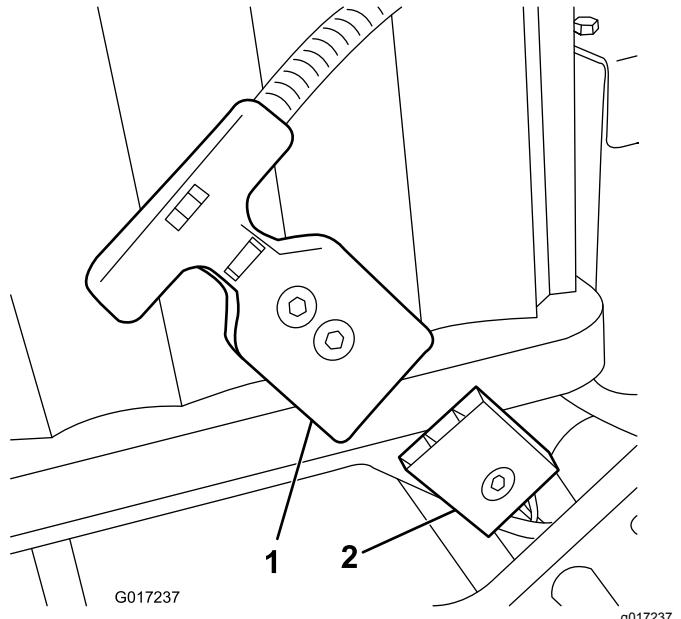

Рисунок 17
Примечание: Если не удается совместить вилку жгута проводов машины с гнездом аккумуляторной батареи, уже установленной на машине, то можно сначала подсоединить жгут проводов к аккумуляторной батарее, а затем установить аккумуляторную батарею на машину. Отсоедините главный разъем питания (Рисунок 17) от основания аккумуляторной батареи. Установите разъем на аккумуляторную батарею согласно описанию. Установите аккумуляторную батарею на основание, проложив прилагаемый жгут проводов через соответствующее отверстие, затем прикрепите главный разъем питания к основанию аккумуляторной батареи, используя ранее снятые крепежные детали.
16. Подсоедините разъем с Т-образной рукояткой главного жгута проводов машины к главному разъему питания на основании аккумуляторной батареи (Рисунок 17).